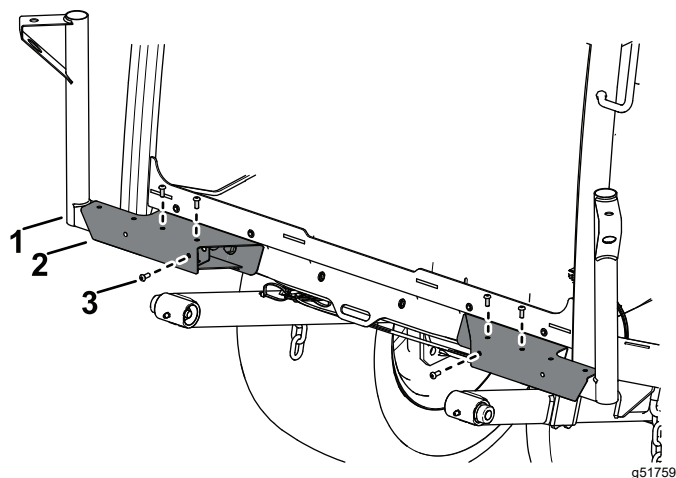

Figura 15
2. Prenda a montagem da luz esquerda e montagem da luz direita às bases das luzes utilizando três parafusos de cabeça de tremço ($\frac{1}{4} \times \frac{5}{8}$ pol.) através das porcas de velocidade em cada lado (Figura 15).